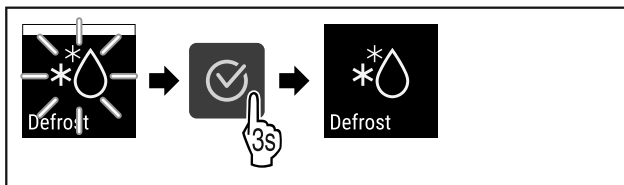

Fig. 86
- ▶ Følg anvisningene (se Fig. 86).